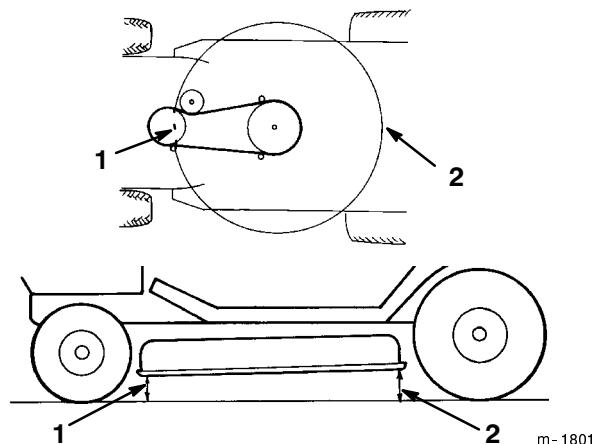

Figure 46
5. Contrôler l'inclinaison avant/arrière de la lame en mesurant la hauteur du bas du plateau de coupe (au centre, à l'avant et à l'arrière) par rapport au sol plat (Fig. 46). Si l'avant est plus de 16 mm (5/8") plus bas que l'arrière, l'inclinaison doit être corrigée comme expliqué aux points 6 à 10.